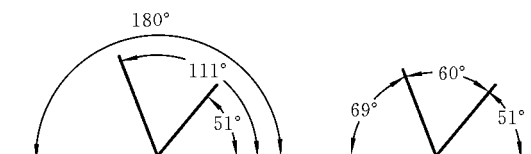

图 6.37 角度标注中使用“基线”和“连续”标注示例
(1) 要使“线性”标注的尺寸线布置与基线标注和连续标注的尺寸线相协调、图面均匀美观,则要将“线性”标注命令的提示“指定尺寸线位置”的设定值和“标注样式”管理器的“直线”选项卡中的“基线间距”的设定值结合起来考虑。上例的设置为同一个值 7。
(2) 后续的“角度型尺寸标注”也可使用基线标注和连续标注,使用方法同理。要强调的是,使用这两个命令前也要先完成一个角度标注,然后才能使用它们,如图 6.37 所示,其他